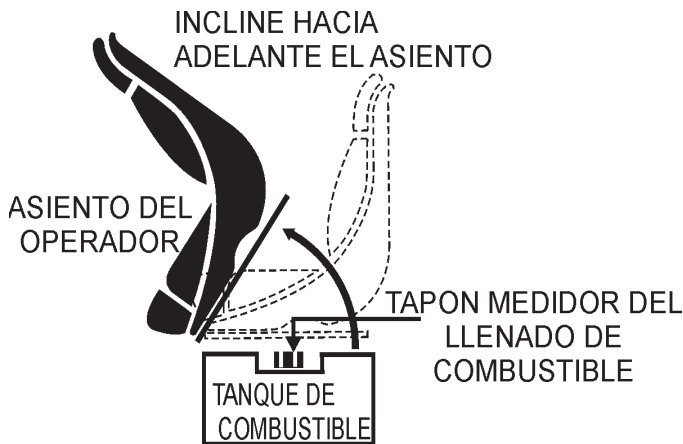

Figura 10. Acceso al tanque de combustible
2. Incline **hacia adelante** el asiento del operador (Figura 10) para tener acceso al tanque de combustible.